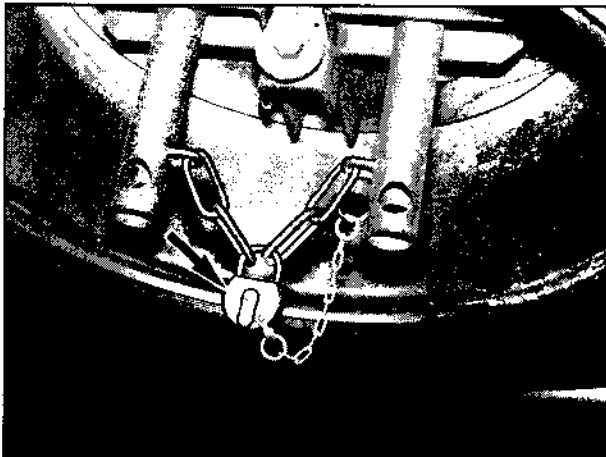

Bild 135
2. Vorhängeschloss (Bild 135/Pfeil) von der Sicherungskette der Schraubhülsen abnehmen.